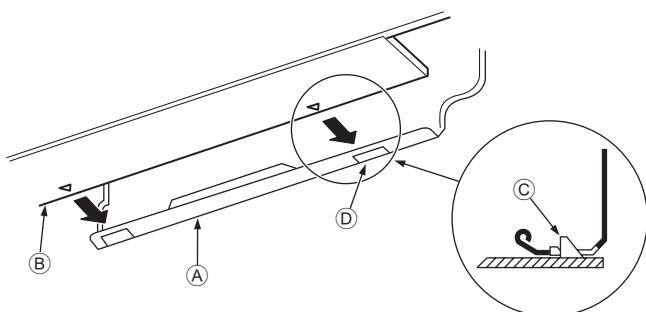

Fig. 3-15
3. Вставляючи трубу холодаагенту та дренажний шланг у пробитий в стіні отвір (гільзу-проходку для стіни), підвісьте верх внутрішнього блока на монтажну плату ①.
5. Закріпіть внутрішній блок, штовхаючи його нижню частину в монтажну плату ①. (Fig. 3-15).
* Переконайтесь в тому, що ручки внизу внутрішнього блока надійно закріплені на гачку монтажної плати ①.
- Ⓐ Монтажна плата ①